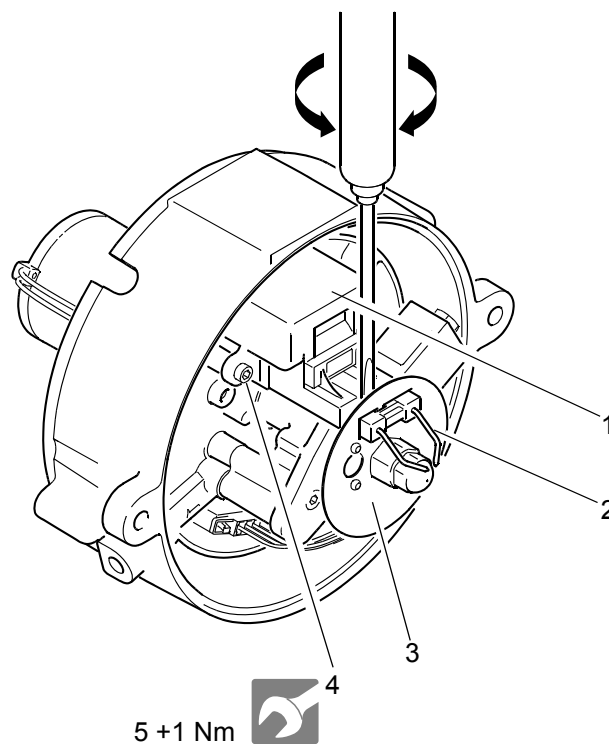
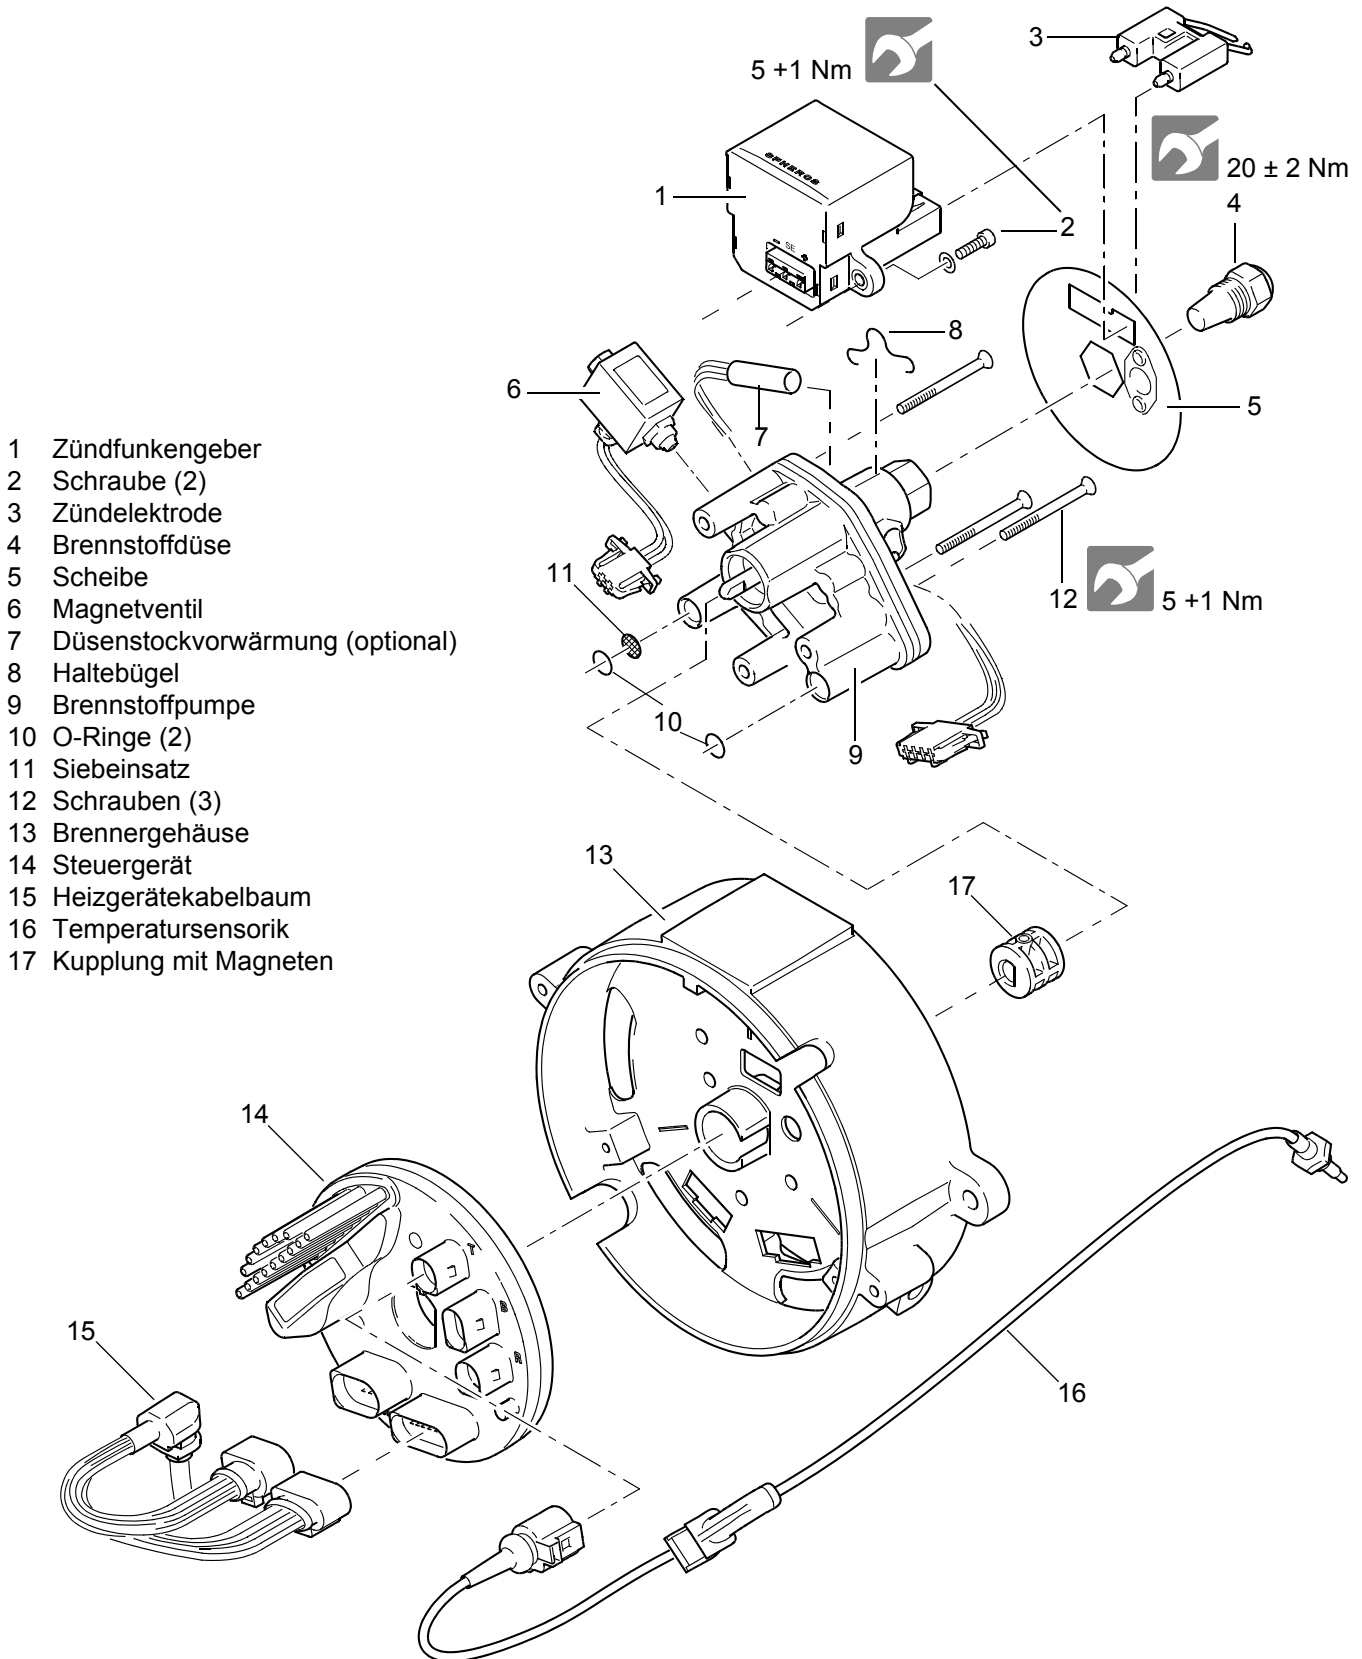

Abb. 804 Ausbau des Zündfunktengegers / der Zündelektrode
Abb. 805 Aus- und Einbau von Komponenten
2. Zündelektrode (2, Abb. 804) mit Schraubendreher durch seitliches Verdrehen vom Zündfunktengeger abhebeln und entfernen.
3. Scheibe (3) entfernen.
4. Schrauben (4) mit Sicherungsscheiben entfernen.
5. Zündfunktengeger (1) abziehen und entfernen.
1. Zündfunktengeger (1, Abb. 804) in Einbaulage bringen, anschlussgerecht aufstecken und mit Schrauben (4) befestigen.
2. Schrauben (4) anziehen.
3. Scheibe (5, Abb. 805) auf den Düsenstock der Brennstoffpumpe (9) aufstecken und gegenüber dem Flammwächter im Steuergerät (14) und dem Zündfunktengeger ausrichten.
4. Zündelektrode (2, Abb. 804) aufstecken.
- 4 Schrauben (2)
2. Zündelektrode (3, Abb. 806) mit Schraubendreher durch seitliches Verdrehen vom Zündfunktenggeber abhebeln und entfernen. (siehe Abb. 804)
3. Scheibe (5) entfernen.
2. Zündelektrode (1, Abb. 804) mit Schraubendreher durch seitliches Verdrehen vom Zündfunktgeber abhebeln und entfernen (siehe Abb. 804).